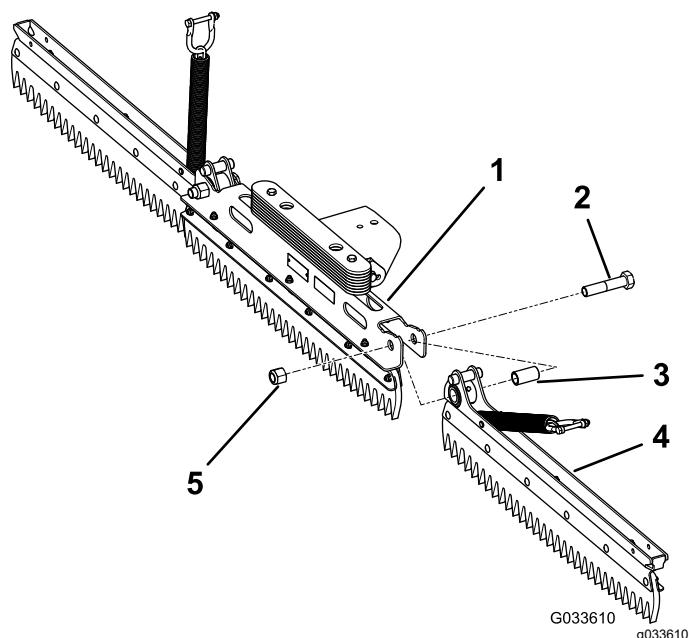

Figura 3
- 2. Introduzca un espaciador en el taladro de giro de cada conjunto lateral (Figura 3).
- 4. Sujete el conjunto lateral izquierdo con un perno ($\frac{3}{4}$ " x $3\frac{1}{2}$ ") y una contratuerca ($\frac{3}{4}$ "), y apriete a 163–217 N·m; consulte Figura 3.
6. Sujete el conjunto lateral derecho con un perno ($\frac{3}{4}'' \times 3\frac{1}{2}''$) y una contratuerca ($\frac{3}{4}''$), y apriete a 163–217 N·m; consulte Figura 3.